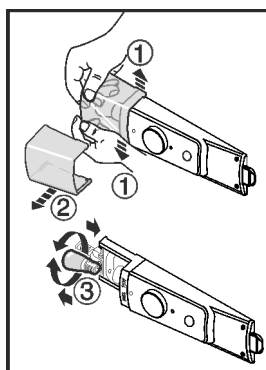

Fig. 12
- ▶ Osłonę żarówki, jak pokazane jest to na rysunku, wewnątrz, w przedniej części rozepchnąć Fig. 12 (1) i zdjąć ją w bok Fig. 12 (2).
- ▶ Wymienić żarówkę. Fig. 12 (3)